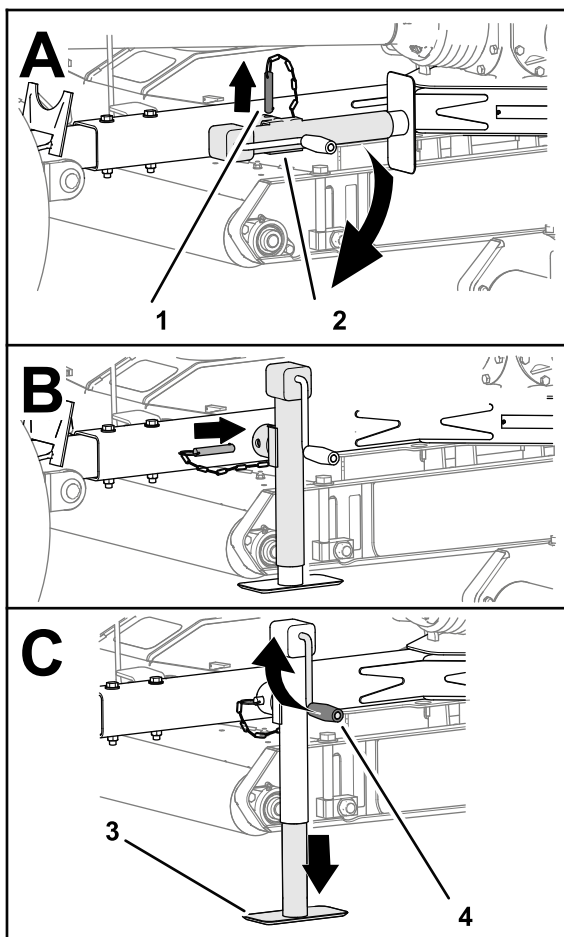

Figura 23
3. Retire o pino e rode a barra de reboque na vertical (Figura 23).
- Alinhe o orifício na barra de reboque com o orifício no macaco (Figura 23).
- Insira o pino através dos orifícios na barra de reboque e no macaco (Figura 23).
- Rode a pega do macaco para subir completamente o tapete do macaco; consulte Figura 23 em Sustentação do cortador com o macaco \(página 16\).